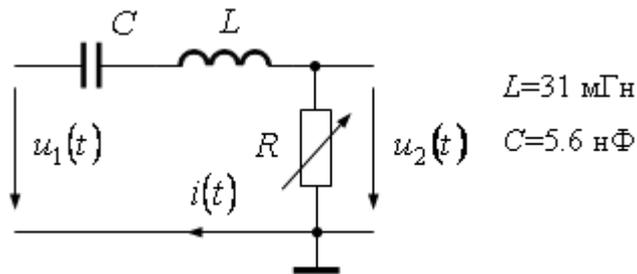

Рис.4.1.1. Последовательная RLC -цепь
4.1. Собрать виртуальную электрическую схему рис. 4.1.1. Выполнить расчет переходной функции цепи при двух значениях сопротивления R : 1 кОм и 10 кОм. Сопоставить результаты с теоретическими и экспериментальными данными.